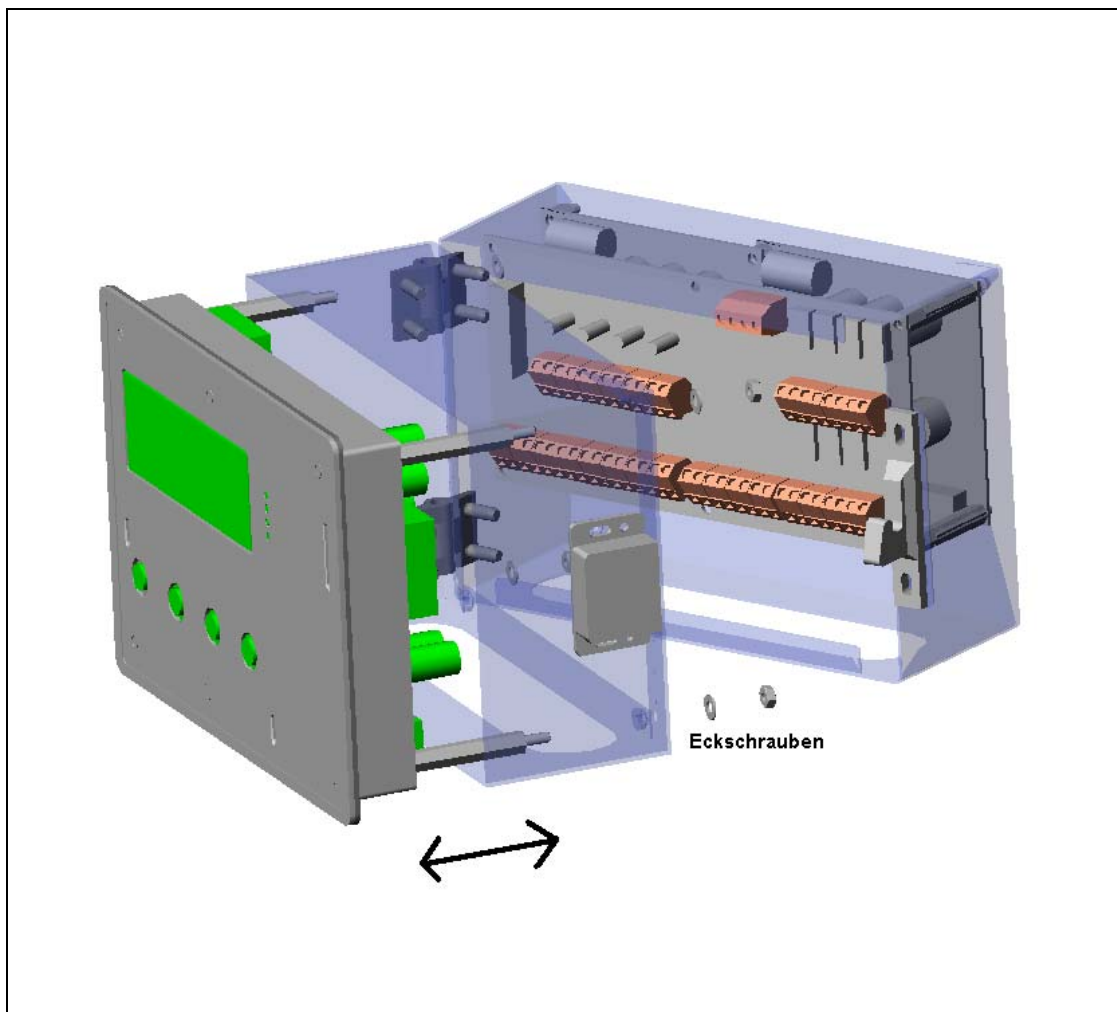

Bild 13b: Montage BMGZ610A, BMGZ610A, BMGZ611A, BMGZ620AB600029d
1. Lösen aller vier Eckschrauben (siehe Bild 13b)